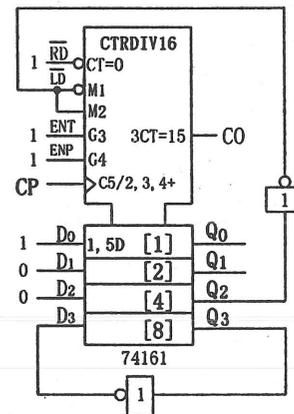

图6(a)
六、(共25分)图6(a)是用一片中规模集成四位二进制计数器74161和少量门构成的计数器电路。(74161功能表如图6(b)所示)
1. 分析图6(a)所示计数电路，画出该电路的有效状态转换图(要求画成 $Q_3Q_2Q_1Q_0 \rightarrow$ 的格式)，并说明该电路是模几计数器?